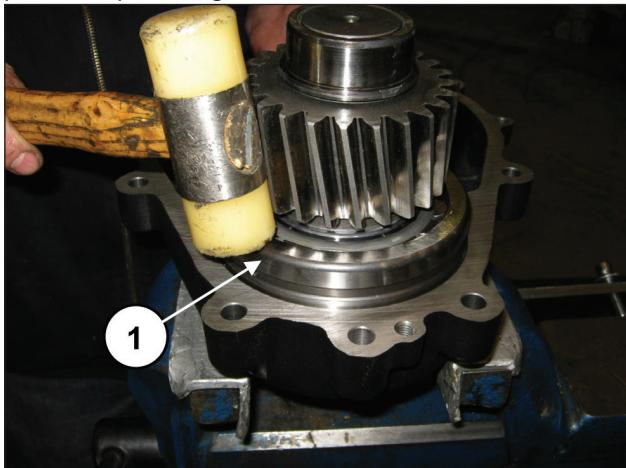

Fig. 87
Insira o pinhão pré-montado no interior do local especial na cobertura do redutor, mediante o uso de um mecanismo de percussão (pos. ①, Fig. 87).